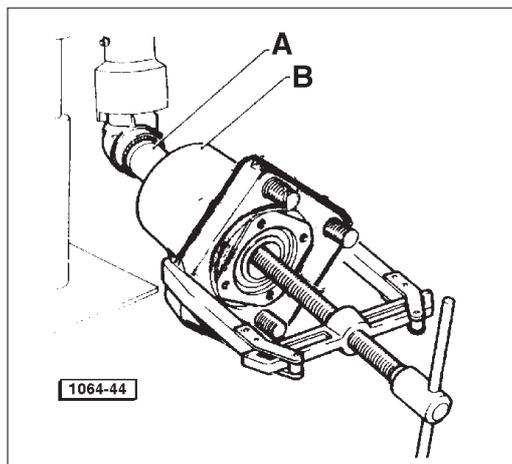

Fig. 18 - Démontage du moyeu avec un extracteur
- A l'aide d'un extracteur universel retirer le moyeu complet du pivot B (Fig. 18).